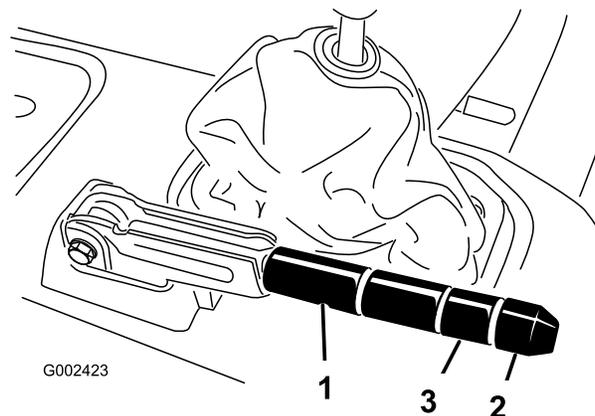

Рисунок 68
2. Ослабьте установочный винт, который крепит головку к рычагу стояночного тормоза (Рисунок 68).